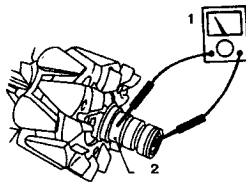

Рис. 12.11 Проверка изоляции ротора генератора (См. Раздел 8)
10. Подсоедините омметр так, как показано на Рис. 12.11, и проверьте изоляцию токосъемных колец ротора. Если ток проходит, замените ротор.